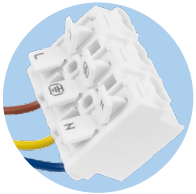

Рис. 7. Колодка для підключення циркуляційного насоса
- Підключіть циркуляційний насос до контролера за допомогою фабричної електричної колодки (Рис. 7).